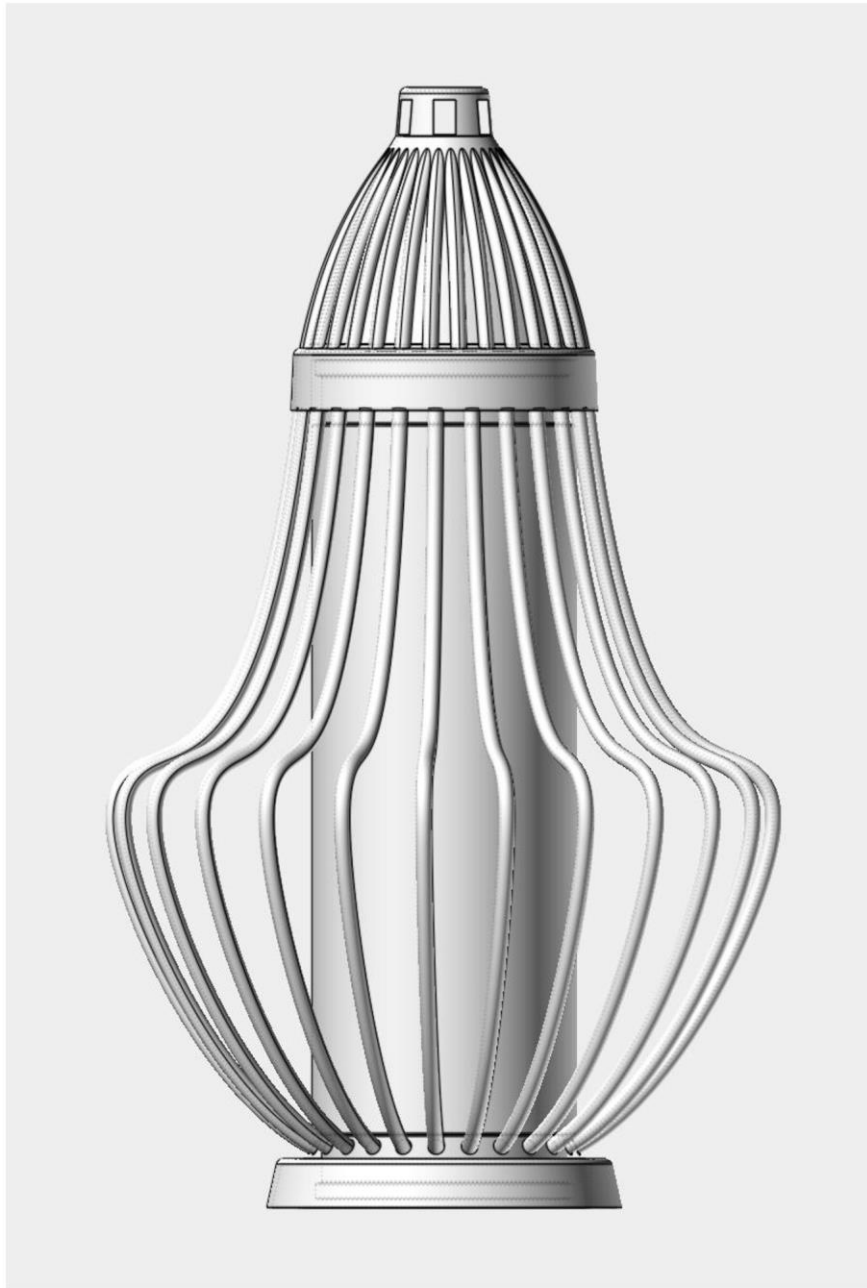
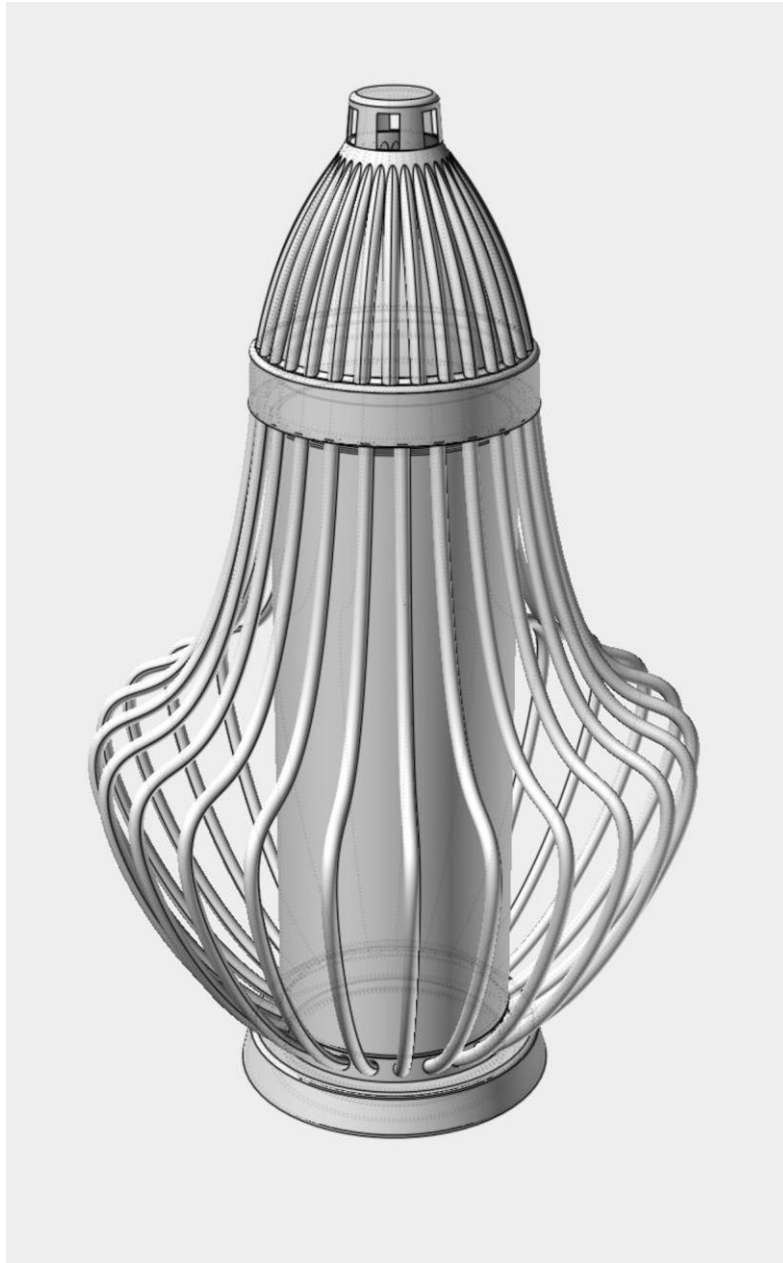

fig. A1
fig. B1
Zgłaszany do ochrony wzór przemysłowy przedstawiony został na ilustracjach, na których fig. A1 przedstawia znicz w widoku z przodu, fig. A2 – znicz w widoku perspektywnym a fig. A3 – znicz w widoku z góry. Odmiany wzoru przemysłowego przedstawiono na ilustracjach, na których fig. B0 – przedstawia możliwe przekroje prętów, ilustracje od fig. B1 do fig. B3 przedstawiają znicz w widoku perspektywnym z zastosowanymi odmiennymi przekrojami, natomiast ilustracje od fig. C1 do fig. C3 przedstawiają odmienne pozycje mocowania osłon klosza w widoku perspektywnym
- osłonie klosza przekrój okrągły ilustracja fig. B1